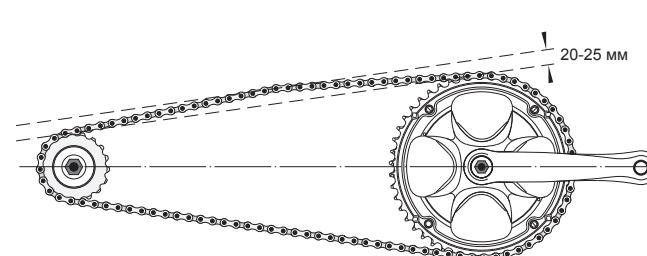

рис. 3
3.1.5. При установке заднего колеса на велосипедах с одной передачей необходимо обеспечить оптимальное натяжение цепи. Слишком слабое натяжение может привести к сбрасыванию цепи со звездочек, слишком сильное натяжение приводит к тяжелому рабочему ходу и чрезмерному износу цепи. Нормальное натяжение должно быть таким, чтобы нижняя ветвь ее имела небольшой провис, при оттягивании рукой верхней ветви отклонение в средней части 20-25 мм (рис. 3).